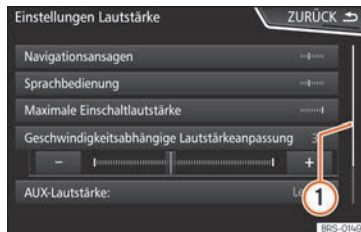

Abb. 180 Listeneinträge eines Einstellungsmenus. »
Auf der rechten Seite befindet sich die Scroll-Leiste, deren Größe von der Anzahl der Listeneinträge abhängt » Abb. 180 ①.